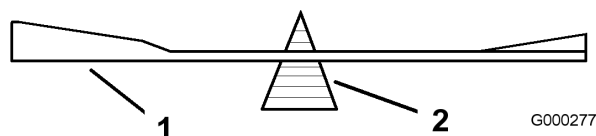

Figura 62
2. Verifique el equilibrio de la cuchilla colocándola sobre un equilibrador de cuchillas (Figura 62). Si la cuchilla se mantiene horizontal, está equilibrada y puede utilizarse. Si la cuchilla no está equilibrada,
rebaje algo el metal en la parte de la vela solamente (Figura 62). Repita este procedimiento hasta que la cuchilla esté equilibrada.